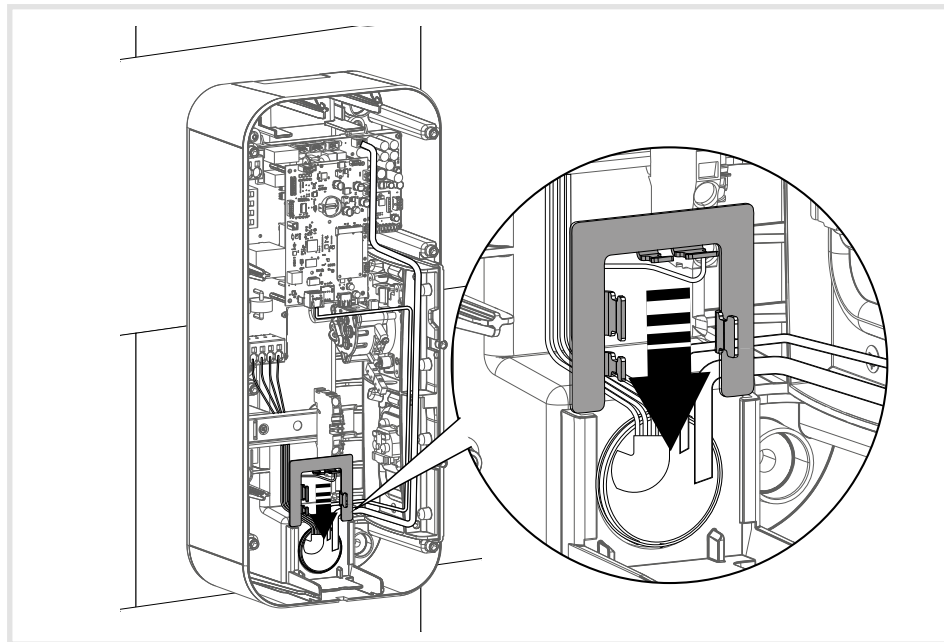

Bild 18: Dichtungsmembran und Zugentlastungswinkel montieren
- Zugentlastungswinkel einstecken (Bild 18).